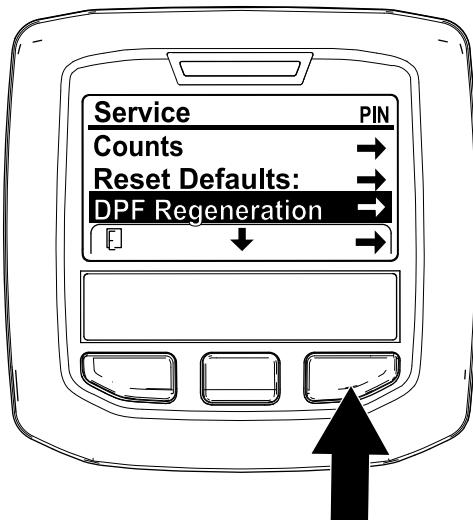

Рисунок 36
- Перейдите к меню Service (Техобслуживание), нажмите среднюю кнопку для прокрутки вниз к опции DPF REGENERATION (РЕГЕНЕРАЦИЯ DPF) (Рисунок 36).
- Нажмите правую кнопку для выбора позиции DPF Regeneration (Регенерация DPF) (Рисунок 36).